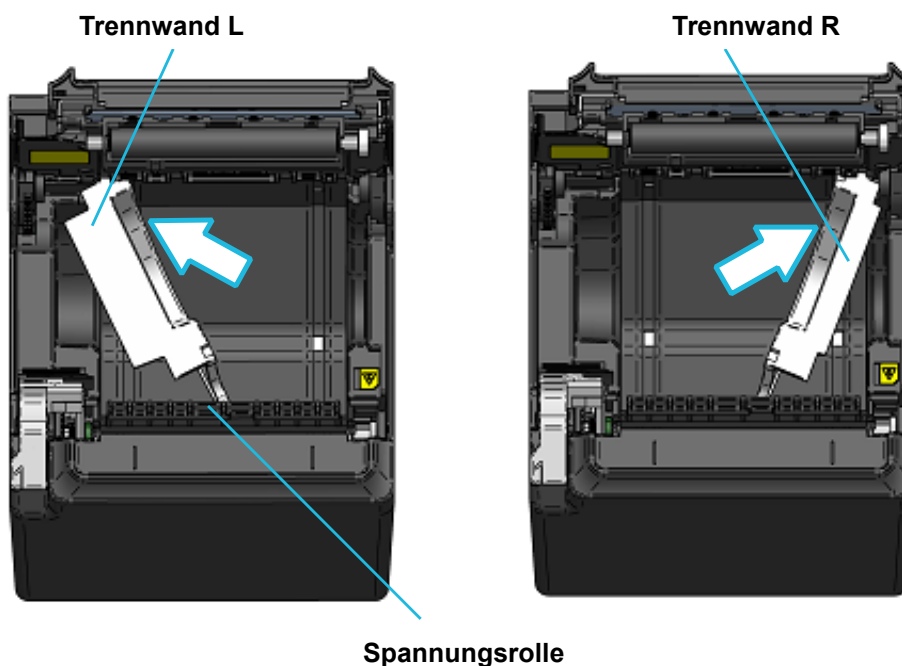

Abbildung 14-1 Anbringung der Trennwand (1)
- (1) Stellen Sie sicher, dass der Drucker ausgeschaltet ist.
- (2) Bewegen Sie den Lösehebel, um die Papierabdeckung zu öffnen.
- (3) Bringen Sie die verbundene Trennwand L und die Trennwand R in der Papierhalterung in eine schräge Position, wie in Abbildung 14-1 dargestellt. Die Trennwand L und die Trennwand R werden in der beschreibenden Abbildung weiß dargestellt.